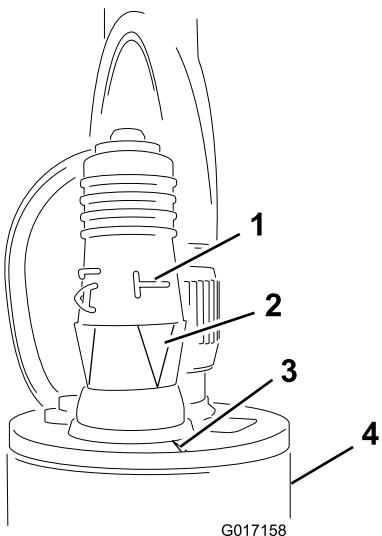

Figura 21
| 3. Installate la spina di programmazione sul sensore (Figura 21). | |
- Importante:** Allineate la freccia sotto i laterali "T" con la tacca sul bordo superiore del sensore (Figura 21).